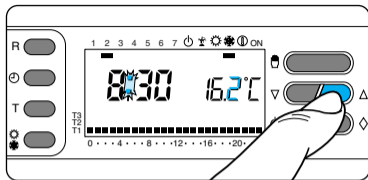

Fig. 36
**6.4** -Impostare il valore di temperatura desiderato per T1 agendo sul pulsante  $\nabla$  oppure  $\Delta$  (fig. 36).